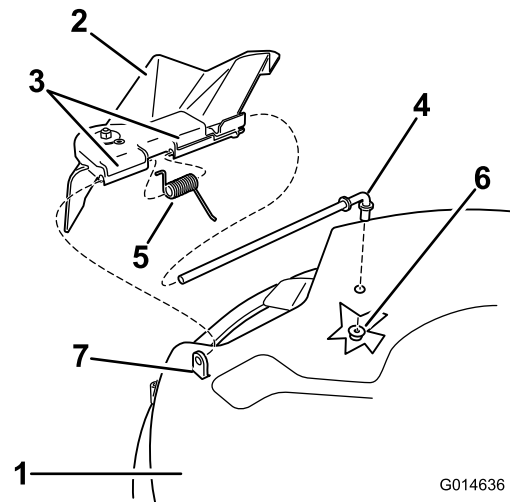
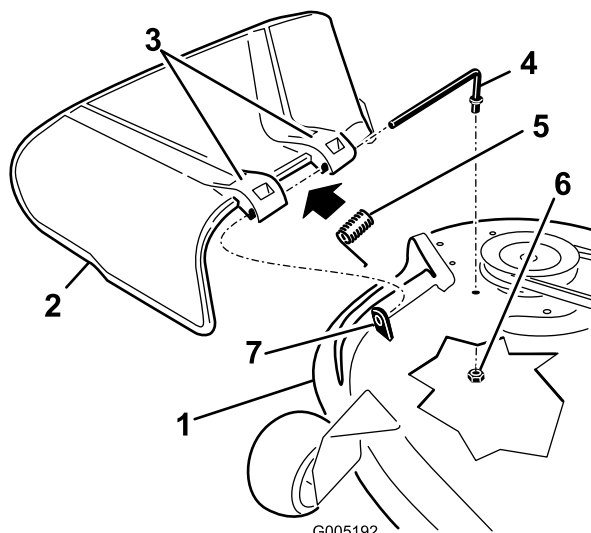

Figura 66
Figura 67
1. Localice los elementos mostrados en Figura 66 y Figura 67.
2. Retire la tuerca (3/8 pulgada) de la varilla debajo del cortacésped (Figura 67).
3. Retire la varilla del espaciador corto, del muelle y del deflector de hierba (Figura 67).
5. Vuelva a colocar el deflector de hierba (Figura 67).
7. Coloque el muelle sobre la varilla, con los extremos de los alambres hacia abajo, y entre los soportes del deflector de hierba. Deslice la varilla por el segundo soporte del deflector de hierba (Figura 67).
9. Sujete el extremo trasero de la varilla al cortacésped con una tuerca (3/8 pulgada), según se muestra en Figura 67.